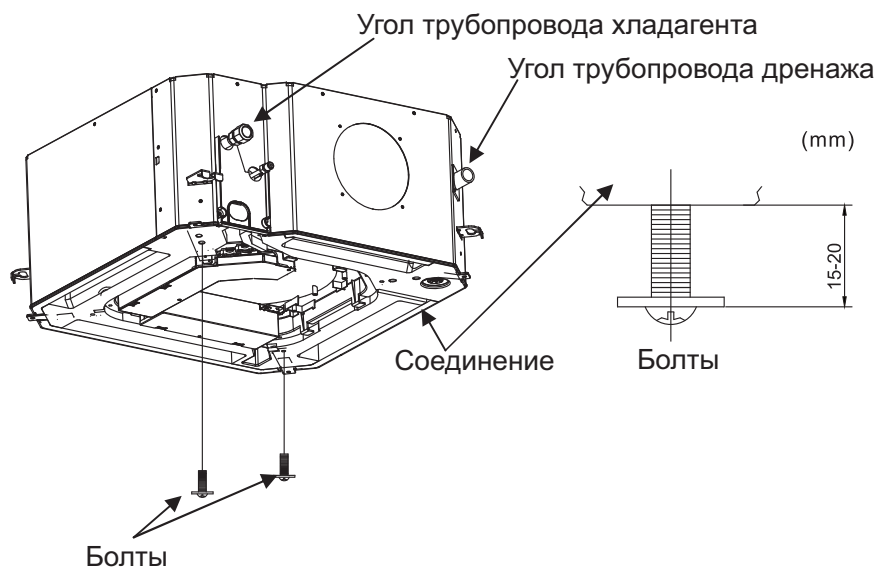

Рис. 24
1. Установить два болта (принадлежности) на главный блок (угол со стороны трубопровода хладагента и противоположный). Подробности можно найти на рис. 24. Оставить примерно 15 – 20 мм болта незавёрнутыми для того, чтобы панель висела на нём свободно.